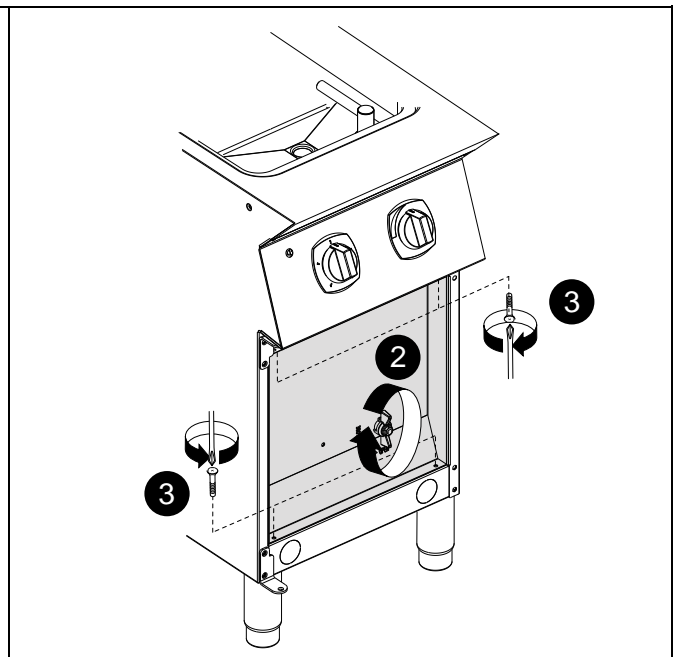

Abb. 6
2. Den Knopf des Ablaufventils aufschrauben (siehe Detailzeichnung 2 – Abb. 6).
3. Die Frontblende durch Ausdrehen der vier Befestigungsschrauben abnehmen (siehe Detailzeichnung 3 – Abb. 6).